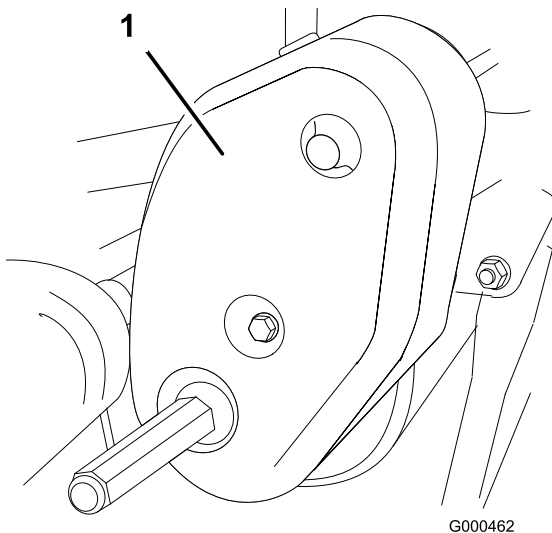

Figura 45
1. Togliete i dispositivi di fissaggio del paracinghia e il paracinghia per accedere alla cinghia (Figura 45).